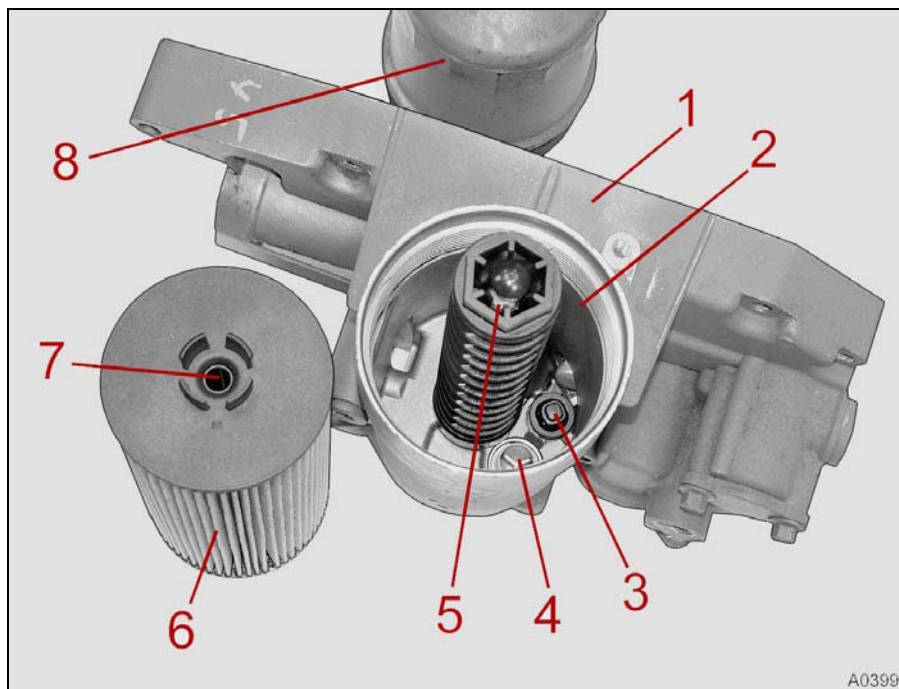
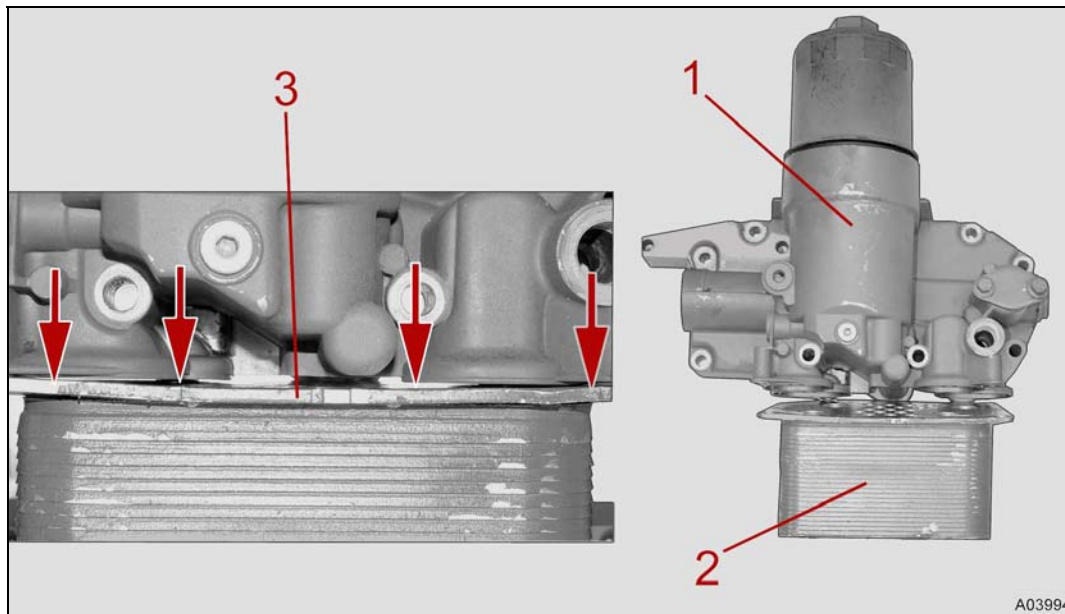

Bild 3
Bild 4
Es gibt auch Nachbau-Filtereinsätze mit Überströmöffnung „MANN-FILTER“ (1). Dieser Filtereinsatz hat auf der Unterseite keine Filzrandhöhung (2), dadurch kann das Absteuerventil (Bild 3, Pos. 4) nicht öffnen.
Bei einem konkreten Fall konnte das Absteuerventil (Bild 3, Pos. 4) nicht öffnen, was zu einem unzulässig hohen Öldruck führte. Hierdurch wurde der Ölkühlerflansch sogar verbogen (Bild 4) und das Schmieröl nach außen gedrückt. Bei Aufleuchten der Warnlampe „Schmieröldruck“ wurde der Motor dann abgestellt.